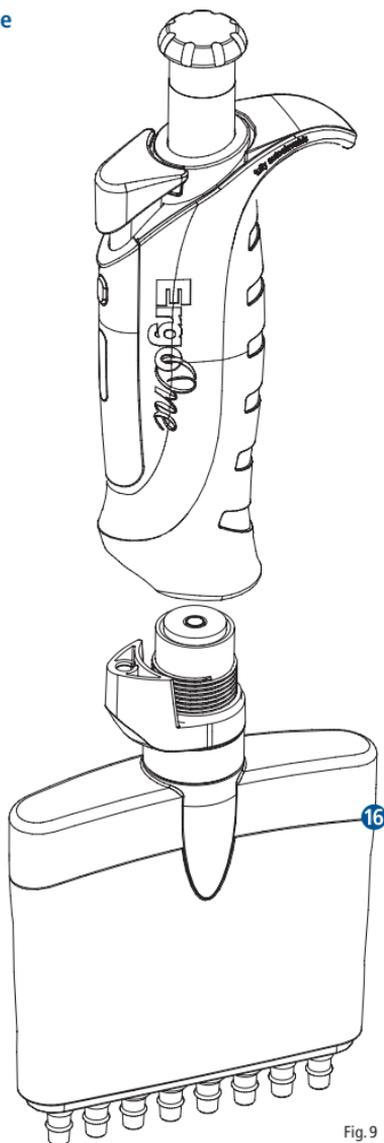

Fig.9
- Dévissez toute la partie inférieure 16 la tournant dans le sens inverse des aiguilles d'une montre (Fig. 9).